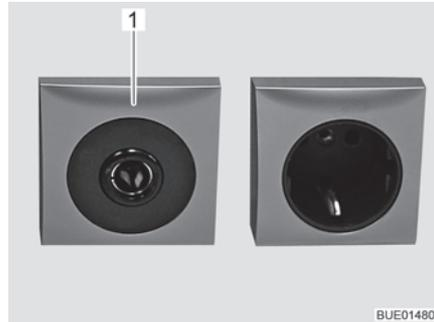

Fig. 116 Presa 12 V/10 A
- ▷ Alle prese (Fig. 116,1) della rete di bordo a 12 V, connettere solo apparecchi funzionanti al massimo a 10 A.